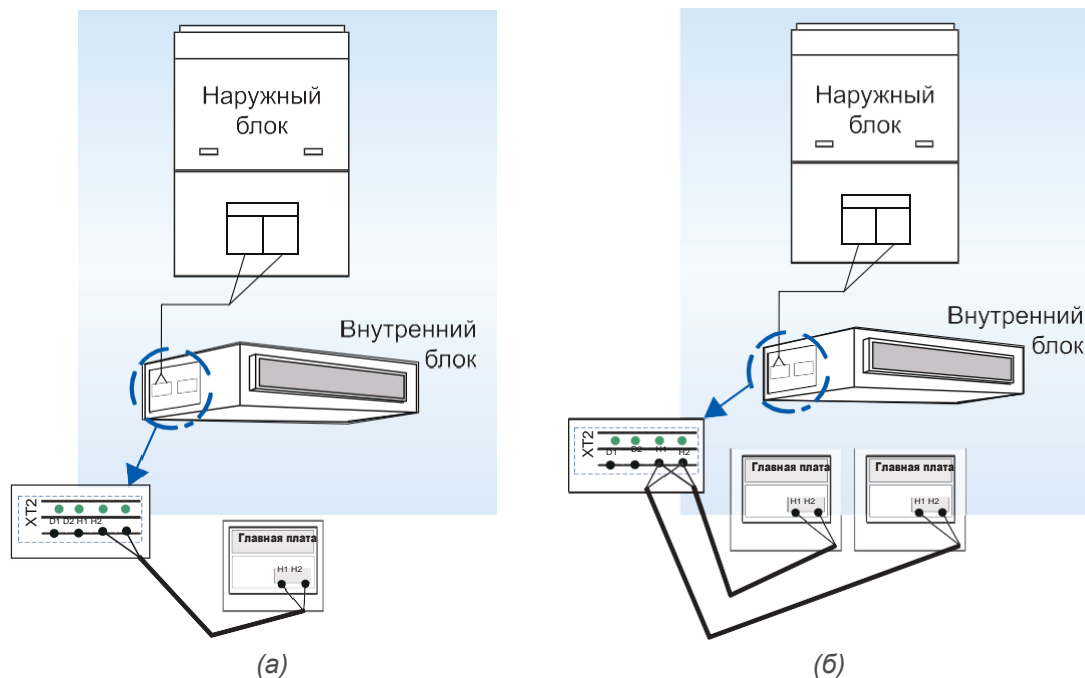

Рис. 8.4.
8.3.1. Для управления одним внутренним блоком может использоваться один (рис. 8.4.(а)) или два (рис. 8.4.(б)) проводных пульта управления. Схема подключения проводного пульта управления к внутреннему блоку показана на рисунке 8.4.